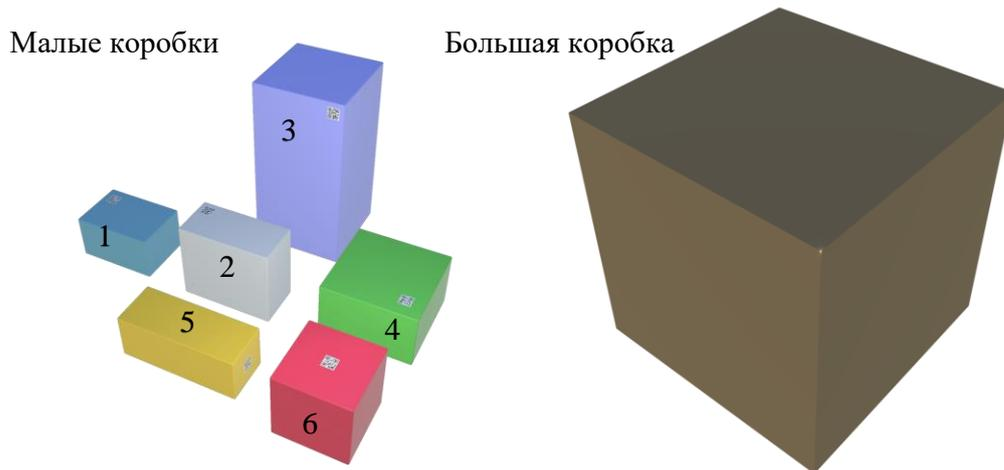

Рис.1. Вариант до компоновки
- Манипулятор для перемещения малых коробок представляет из себя электромеханическое устройство с системой координат, подходящей для малых посылок из зоны сортировки в большую посылку. Малые посылки в зоне сортировки устанавливаются в ручном режиме. Ориентация малых посылок в точках их позиционирования – произвольная. В зоне сортировки должно находиться пять малых посылок разного размера (рис. 1).
Например, при первой генерации выпадет номер малой посылки, которую необходимо установить на первую позицию (рис. 1). На второй генерации выпадает номер малой посылки, которую необходимо поставить на вторую позицию и так пять раз. Участники располагают малые посылки в зоне сортировки согласно сгенерированной последовательности и производят запуск системы. Производится видеодемонстрация связанного функционирования всех подсистем ПАК, функционирование ПАК в бесконечном цикле с выполнением всех основных функций (сортировка, упорядочивание, перемещение, укладка), а также наличия/отсутствия сбоев при работе ПАК.